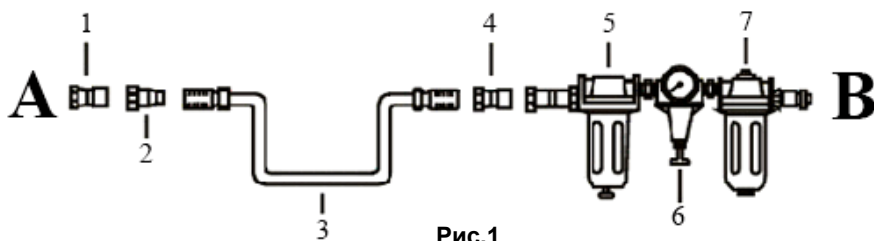

Рис.1
1. Установите фильтры, шланг и другие приспособления, в качестве примера см. Рис.1.